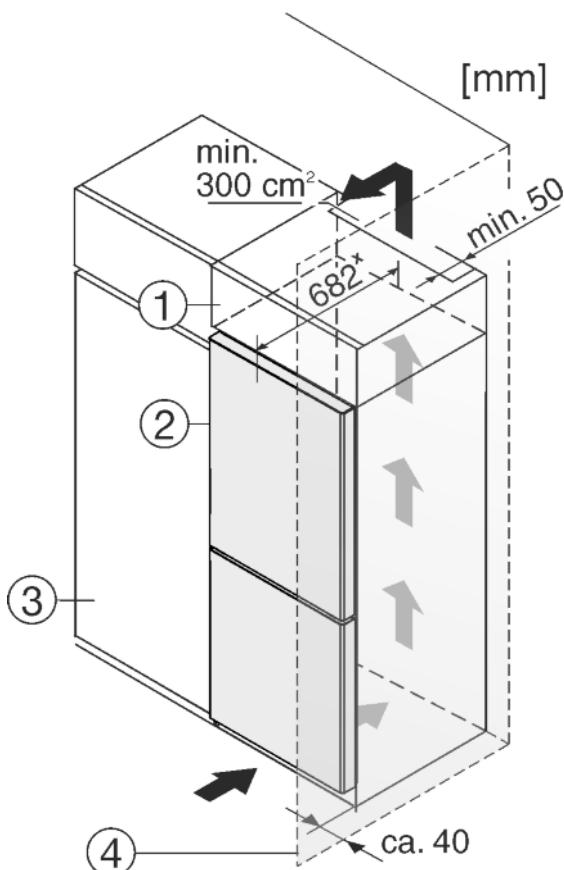

Fig. 44
- (1) Дополнительный шкафчик
(2) Устройство
(3) Кухонный шкаф
(4) Стена
Устройство может быть окружено предметами кухонной обстановки. Чтобы уравнять устройство Fig. 44 (2) по высоте с кухонной стенкой, можно установить над устройством соответствующий дополнительный шкафчик Fig. 44 (1).
В комбинации с кухонными шкафами устройство можно устанавливать непосредственно рядом с кухонным шкафом Fig. 44 (3). Чтобы можно было полностью открыть двери, устройство должно выступать, как минимум, на 82 мм^x относительно передней стенки кухонного шкафа. В зависимости от глубины кухонных шкафов и использования пристенных распорок устройство может выступать и больше.
Если устройство установлено на шарнирах у стены Fig. 44 (4), то расстояние между устройством и стеной должно быть не менее 40 мм.